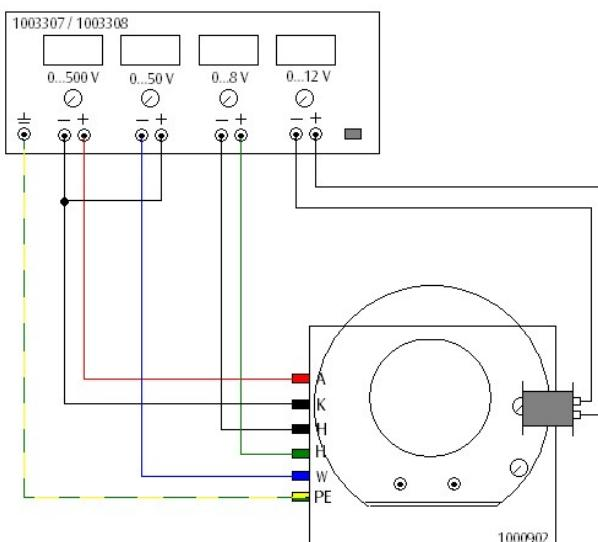

Fig. 5 Deflessione magnetica del fascio elettronico
- Fissare una bobina sul lato destro dell'anello metallico come in fig. 5.
- Cablare il tubo come indicato nella fig. 5.